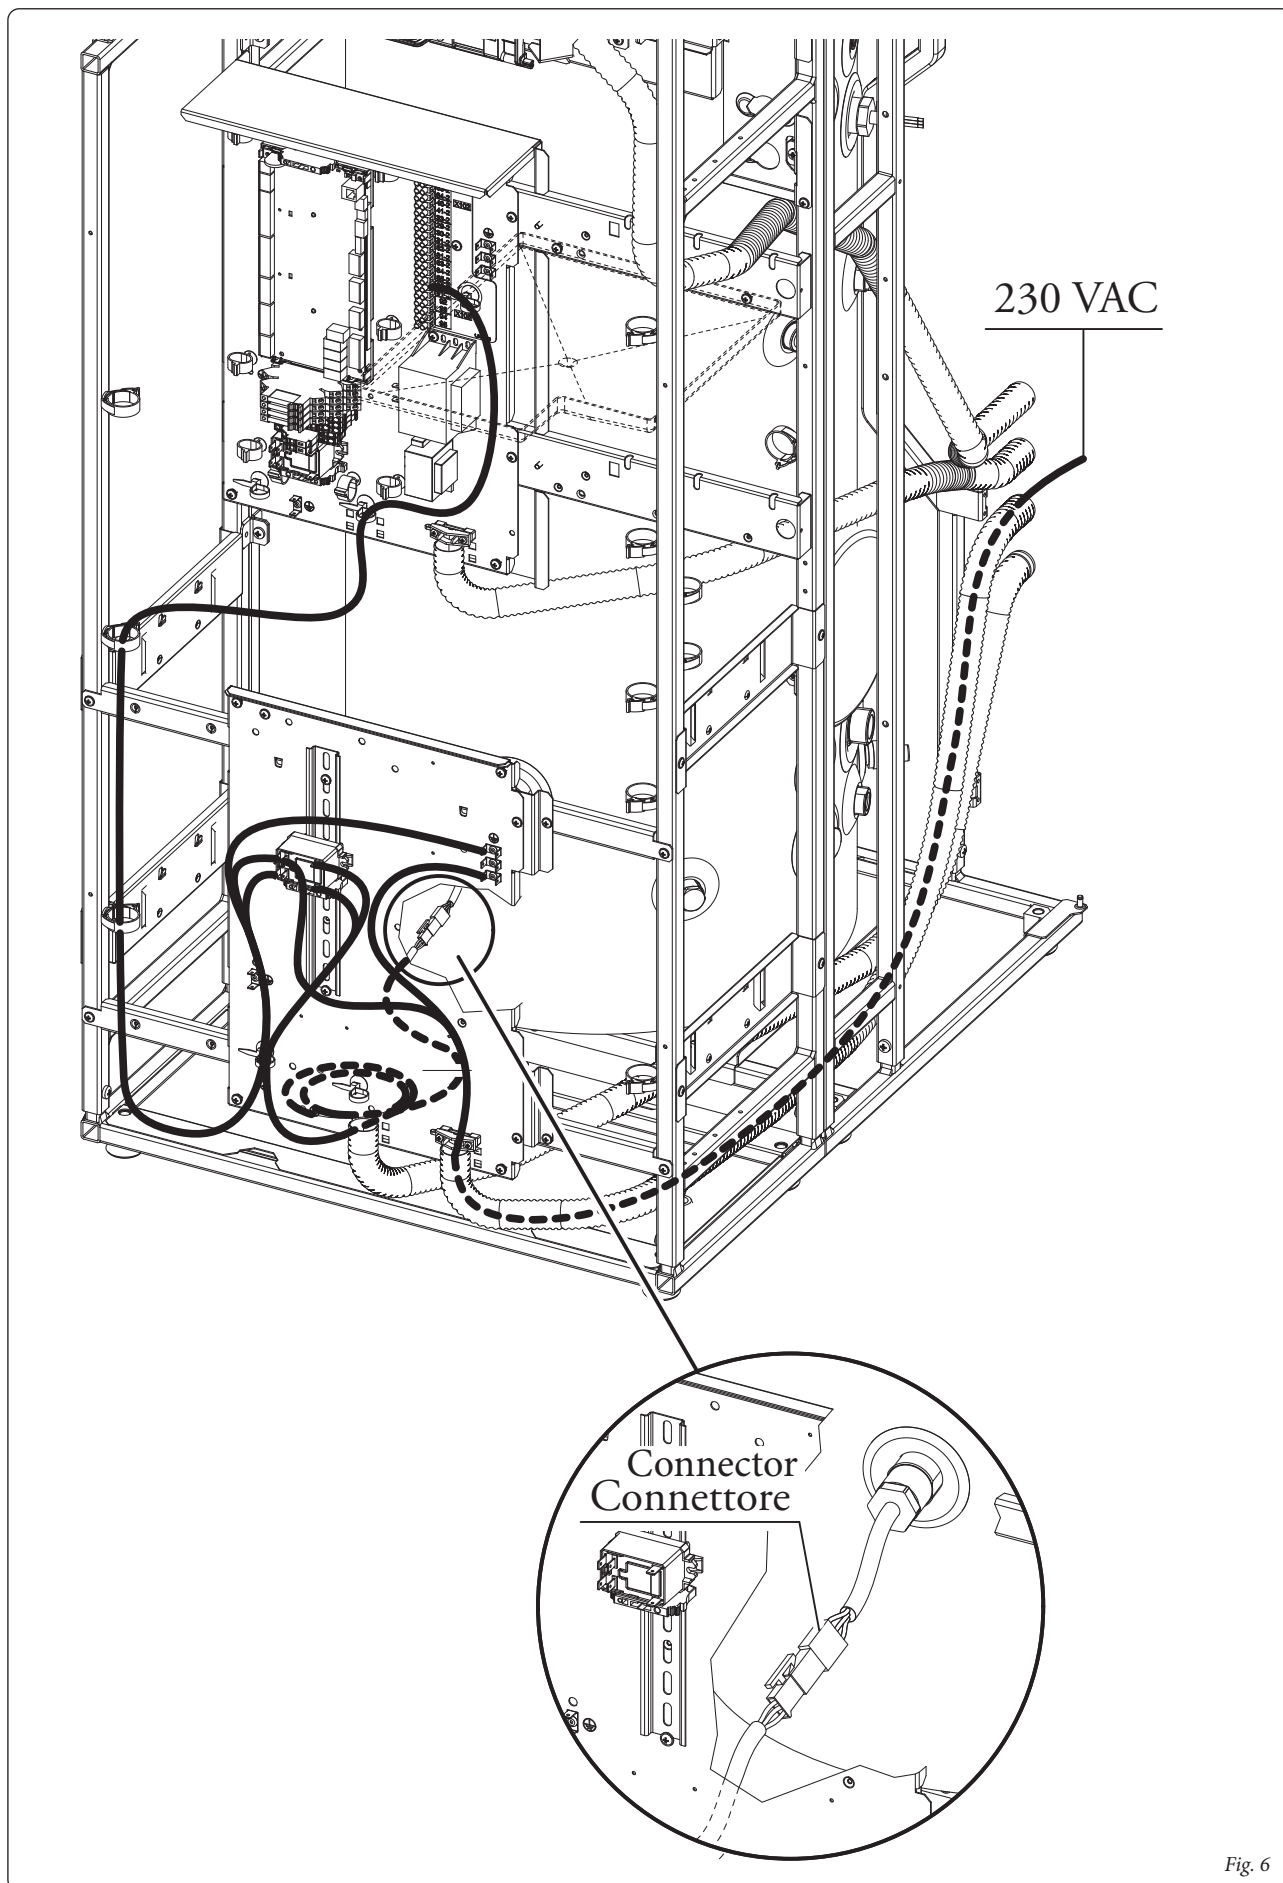

Fig. 6
- Smontare il vaso sanitario (11) con la relativa squadretta di supporto svitando le 2 viti (12) e svitando il dado (13).
- Eliminare il tappo (1) e il relativo OR (2).
- Posizionare l'OR (6) sulla resistenza (5).
- Inserire la resistenza (5) fissandola al bollitore.
- Rimontare il vaso sanitario, serrare il dado (13) interponendo la guarnizione (14).
- Aprire il coperchio (3) del quadro kit optional svitando le 4 viti (4).
- Posizionare il relè (10) sul relativo supporto (9).
- Infilare il ferma morsettiere (8) sulla slitta (7).
- Effettuare i collegamenti elettrici come rappresentato nello schema elettrico (Fig. 3) avvalendosi dello schema percorso cavi relativo (Fig. 6).
- Disassemble the DHW vessel (11) with the relative supporting bracket unscrewing the 2 screws (12) and unscrewing the nut (13).
- Eliminate cap (1) and the relative O-ring (2)
- Place the O-ring (6) on the resistance (5)
- Insert the resistance (5) fixing it to the storage tank.
- Reassemble the DHW vessel, tighten the nut (13) interposing the gasket (14).
- Open the cover (3) of the optional kit panel by unscrewing the 4 screws (4).
- Place the relay (10) on the relative mount (9).
- Insert the terminal board holder (8) on the slide.
- Perform the electrical connections as described in the wiring diagram (Fig. 3) using the relative wire path diagram (Fig. 6).